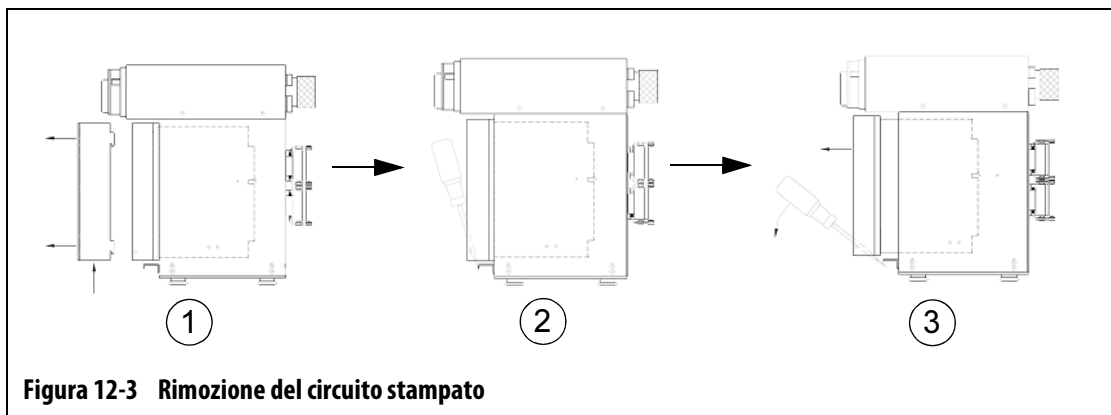

Figura 12-3 Rimozione del circuito stampato
4. Far scorrere il cacciavite tra il montate color argento e la sporgenza dell'armadio, quindi estrarre il circuito facendo delicatamente leva. (Figura 12-3).
4. Far scorrere il cacciavite tra il montate color argento e la sporgenza dell'armadio, quindi estrarre il circuito facendo delicatamente leva. (Fare riferimento alla Figura 12-3)